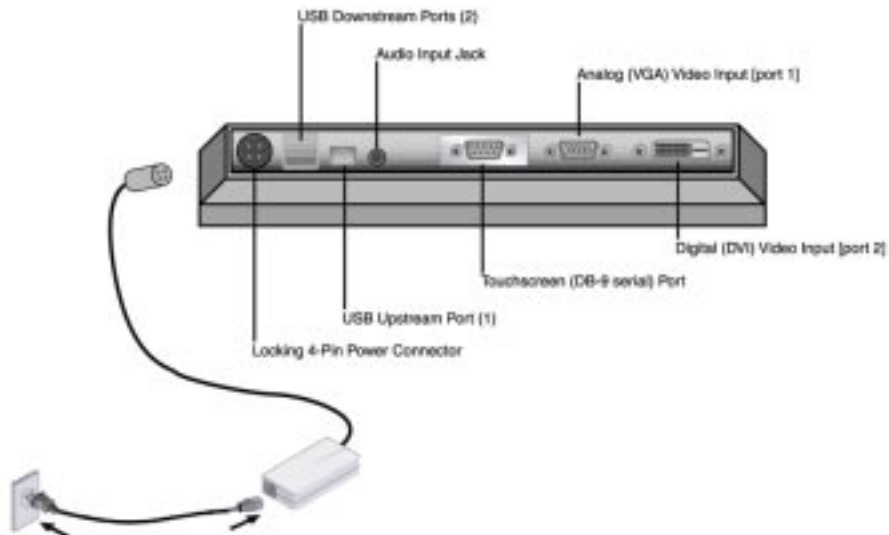

Figure 3 Branchement de l'alimentation secteur au moniteur
1. Brancher la prise femelle du cordon d'alimentation secteur dans l'adaptateur correspondant, puis le connecteur de l'adaptateur dans le port d'alimentation sur le moniteur. Ce connecteur d'alimentation 4 broches à verrouillage se trouve sur la face arrière du moniteur, près du port USB d'aval (voir Figure 3).